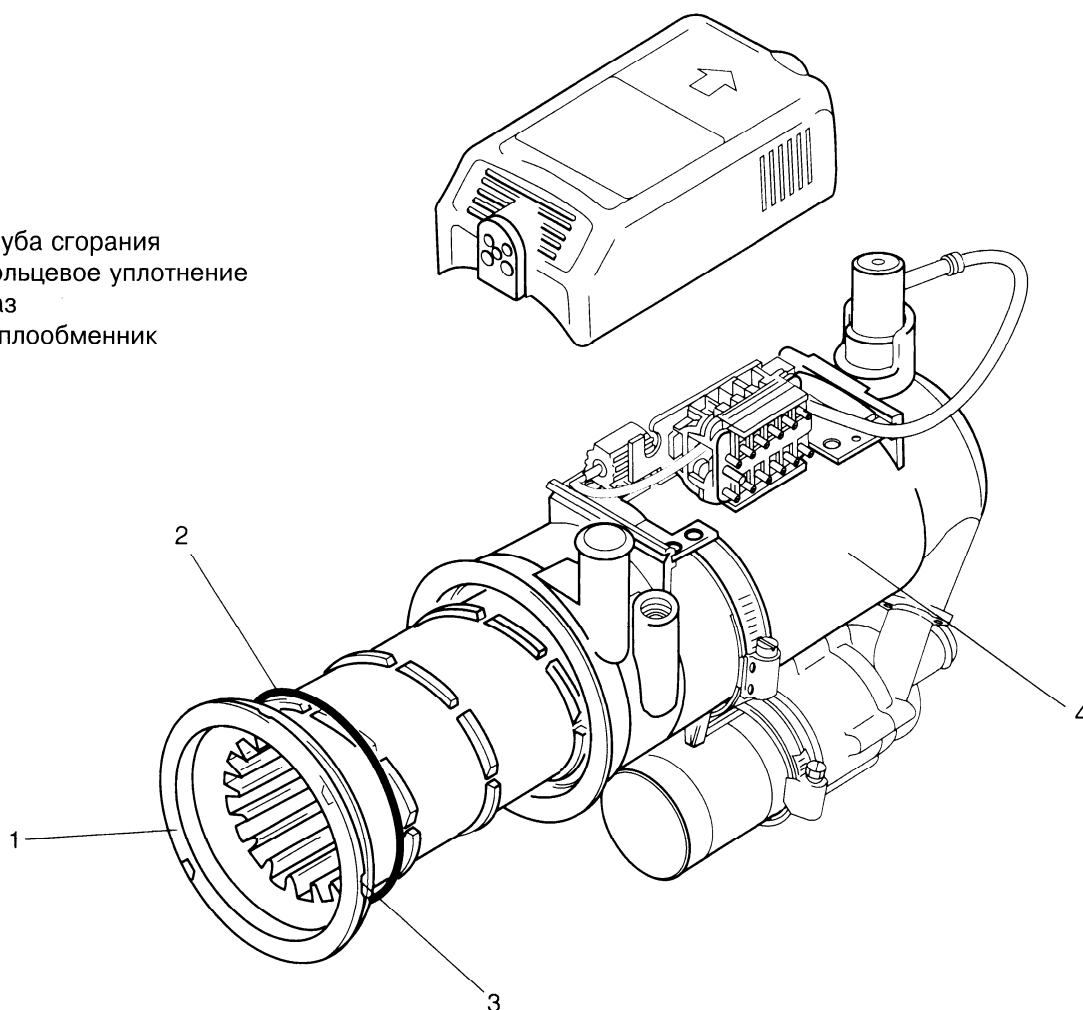

рис. 907 Замена теплообменника
9. При помощи двух отвёрток, вставляемых в паз (3, рис. 907) действуя ими, как рычагами, извлечь трубу горения из теплообменника.
10. Удалить кольцевое уплотнение (2)
1. Нанести смазку опаслип (идент.-№ 105 898 на контактную поверхность теп-лообменника (1, рис. 907) и установить теплообменник (4) на место.
2. Установить новое кольцевое уплотнение (2) и вставить трубу горения (1) в тепло-обменник (4) и привести в положение для сборки.